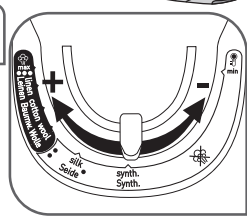

Fig.7
- Reglați temperatura fierului de călcat – **fig.7**. Fierul dumneavoastră de călcat are funcție de generare automată a aburului. În funcție de tipul de material textil ales, fierul dumneavoastră de călcat determină, automat și cu precizie, nivelurile de temperatură și de debit de abur adecvate, pentru a garanta cel mai bun rezultat.